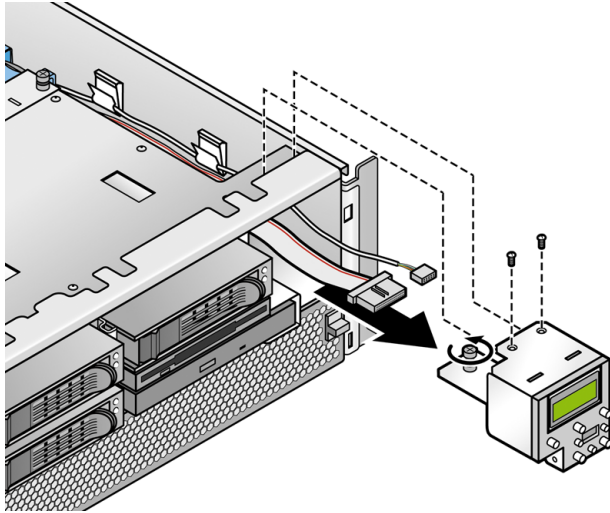

图 4-17 拆除操作员面板/LCD 部件
2. 拆除两颗非自持螺钉，然后拧松将部件固定至底盘的单颗自持螺钉（请参见图 4-17）。